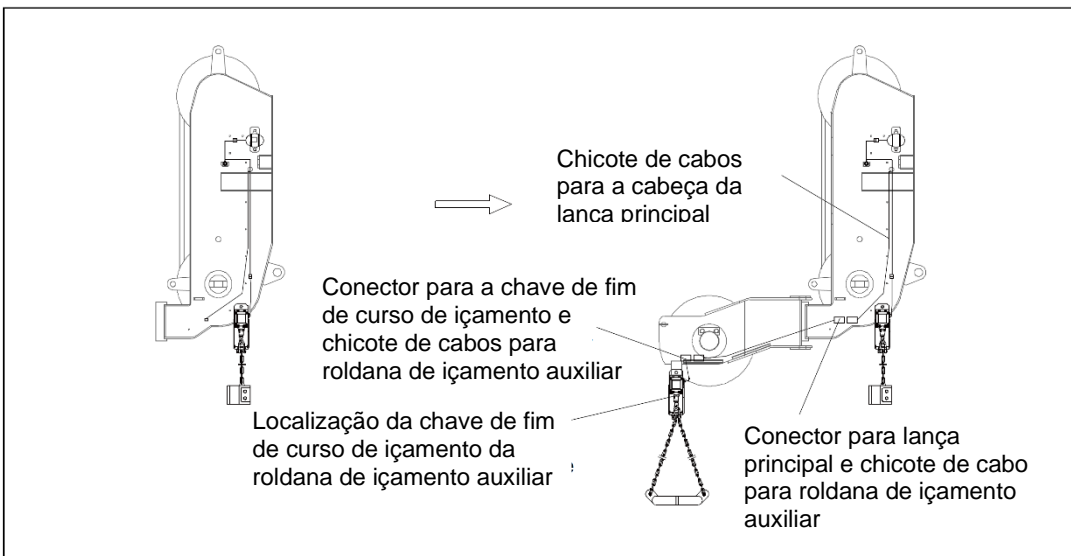

Figura 4-34 Conexão e instalação da chave fim de curso de içamento para a roldana de içamento auxiliar
- 2) Instale a chave de fim de curso de içamento na posição mostrada na Figura 4-34.
- Consulte a figura 4-34.